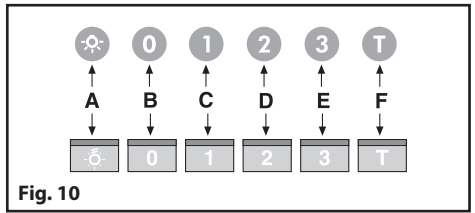

Fig. 10
- **Układ sterowania (Rys.10)** Stery świetlne znaczenie symboli jest następujące.